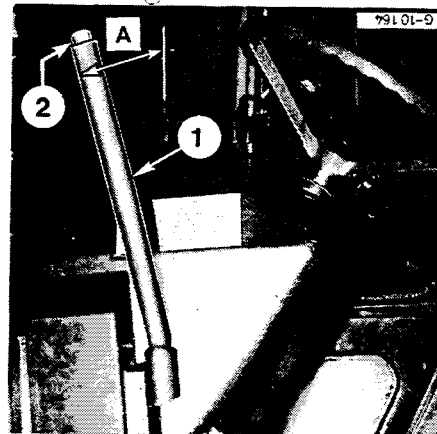

Figure 93
Lorsque le réglage est correct, le levier (1) Fig. 93 doit avoir une course (A) de 50 à 55mm.